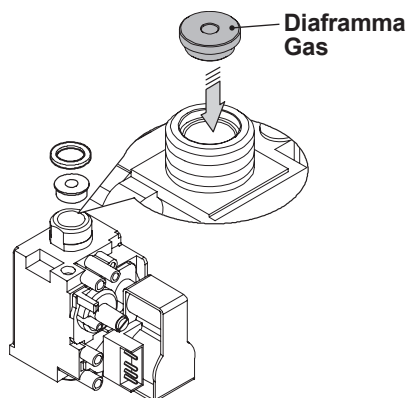

Figura 8.2
- Eseguire la trasformazione del tipo di gas sostituendo correttamente il diaframma gas (Figura 8.2), facendo riferimento alla sezione "Dati tecnici" pag. 24 (modello M260.1616 SV/M), pag. 27 (modello M260.2025 SV/M) e pag. 30 (modello M260.3035 SV/M).